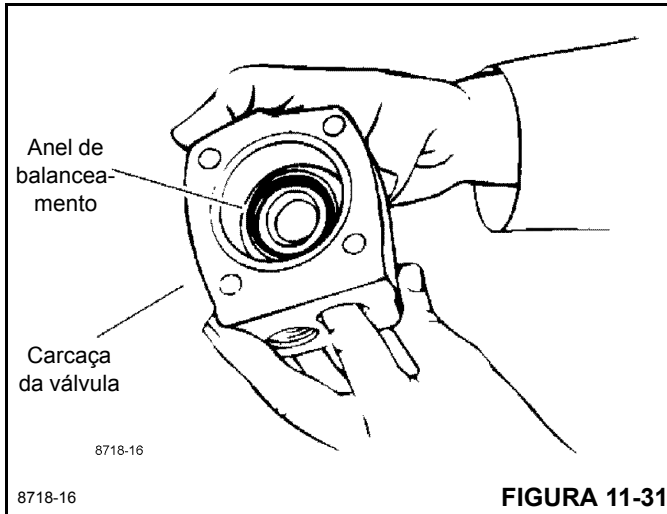
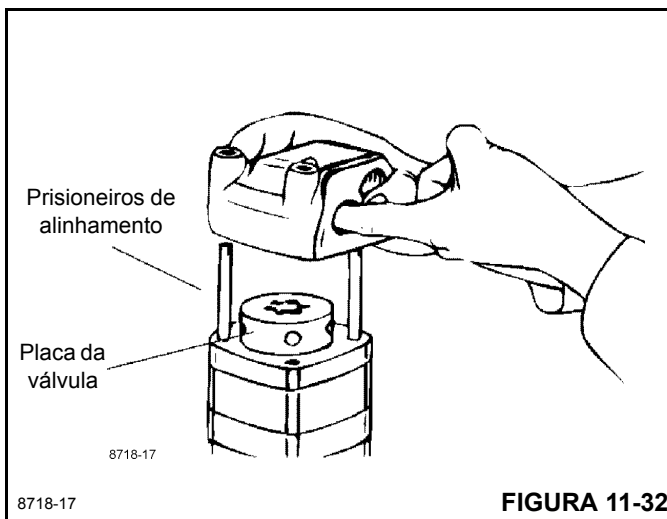

FIGURA 11-31
FIGURA 11-32
- 19.** Insira o dedo através do orifício da carcaça da válvula. Pressione a lateral do anel de balanceamento, como mostrado na Figura 11-31. Segure o anel na posição até que a carcaça da válvula esteja no lugar contra a placa da válvula (consulte a Figura 11-32).